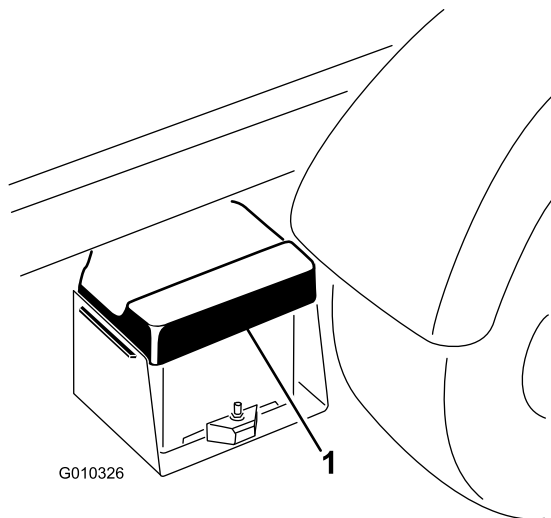

Figure 51
1. Appuyez sur le couvercle de la batterie pour dégager les pattes de la base de la batterie, et déposez le couvercle de la base (Figure 51).